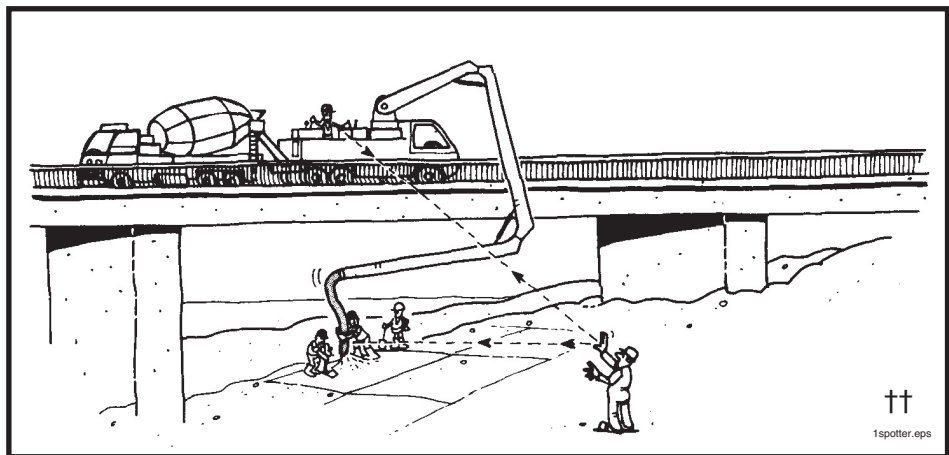

Figura 31
6.30 **⚠️ ADVERTENCIA** Si no va a poder ver el lugar donde va a estar el final de la pluma, establezca un sistema de comunicación con los trabajadores que se encontrarán allí. Establezca comunicación por radio, mediante un sistema de señales visuales o auditivas (luces o campanas) o un observador. Si usa un observador, **¡pónganse de acuerdo de antemano sobre el significado de las señales antes de comenzar el vertido!** Si se va a mover mucho la pluma, sería preferible hacer que un trabajador se quede junto a la bomba y que usted se ponga en una posición donde pueda ver la punta de la pluma (Figura 31).